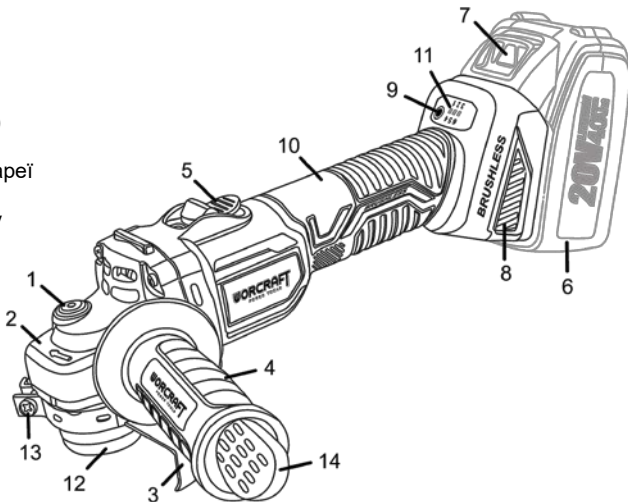
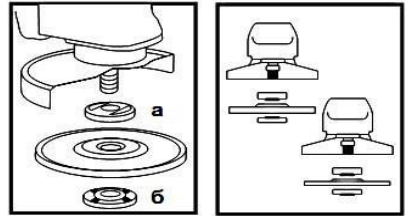

Рисунок 1
Рисунок 2
2.3.2 Увімкнення електродвигуна шліфмашини здійснюється натисканням перемикача (5, рисунок 1) з наступним його пересуванням у бік редуктора. Крутний момент від двигуна передається через одноступеневий редуктор на шпиндель інструмента. Для вимкнення слід пересунути перемикач в початкове положення.
2.3.4 Шліфмашина оснащена блоком вибору швидкісного режиму з індикацією (11, рисунок 1). Вибір одного з шести режимів здійснюється натисканням кнопки (9, рисунок 1).
2.3.5 Блокування шпинделя для встановлення або заміни абразивного диска здійснюється натисканням та утриманням у натиснутому положенні кнопки блокування (1, рисунок 1).
2.3.6 Фіксування абразивного диска здійснюється затягуванням затискної гайки (12, рисунок 1) з різьбленням М14.
2.3.7 Регулювання та фіксація положення захисного кожуха (3, рисунок 1) здійснюється через послаблення/затягування гвинта (13, рисунок 1).
2.3.8 Конструкція шліфмашини дозволяє встановлювати передню рукоятку (4, рисунок 1) в праве або ліве положення у відповідний різьбовий отвір в корпусі редуктора (2, рисунок 1).
3.2.1 Міцно встановіть передню рукоятку (4, рисунок 1) у відповідний різьбовий отвір.
3.2.2 Встановіть захисний кожух (3, рисунок 1) у потрібне положення, залежно від виду роботи та диска, що використовується.
- натисніть на кнопку блокування шпинделя (1, рисунок 1) і поверніть диск до такого положення, при якому він заблокується;
- за допомогою фланцевого ключа з комплекту постачання (14, рисунок 1), відверніть і зніміть затискну гайку (б, рисунок 2);
- встановіть абразивний диск на посадкове місце фланцевої шайби (а, рисунок 2), наживіть рукою затискну гайку на шпиндель і затягніть її за допомогою фланцевого ключа з комплекту постачання;
- відпустіть кнопку блокування шпинделя та переконайтеся в тому, що вона вивільнена, шляхом дво- або триразового натискання. Проверніть диск і впевніться, що шпиндель розблокований. При встановленні диска з утопленим центром завжди розміщуйте його випуклою стороною до фланцевої шайби (дивіться рисунок 2).
4.2.2 Оберіть потрібну швидкість обертання шпинделя за світловими індикаторами (11, рисунок 1), натисканням кнопки вибору режимів (9, рисунок 1) з такими рекомендаціями:
4.2.6 Слідкуйте за тим, щоб вентиляційні отвори для охолодження шліфмашини (8, рисунок 1) були завжди чистими та відкритими.